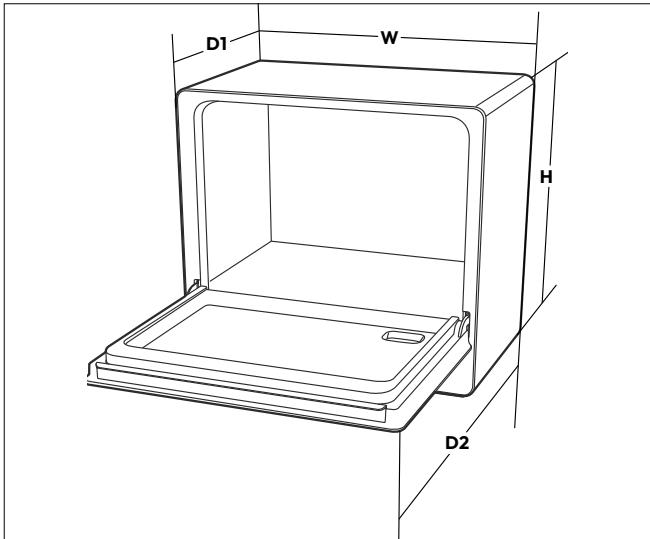

Fig. 7 – Dimensions de l'appareil
- ▶ Tenez compte des dimensions de l'appareil lors de l'installation (voir Fig. 7) :